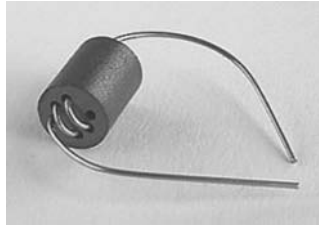

Figure 4.11
**Tentatoo** – Réponse un peu vague, mais qui me satisfait toutefois en partie. Cette self sert à empêcher les signaux RF présents sur la platine, de remonter vers l'alimentation secteur, et d'aller polluer les autres circuits. Il s'agit d'une self de choc, constituée d'une perle ferrite percée de plusieurs trous, dans laquelle on fait passer quelques tours de fil électrique. Pour une tension continue, cela ne représente rien d'autre qu'un simple bout de fil, alors qu'en HF, et avec les condensateurs C10 et C11, cela représente un très beau bouchon. Ou un filtre, si vous préférez. Vous pouvez voir en **figure 4.11** la forme d'une telle self de choc.